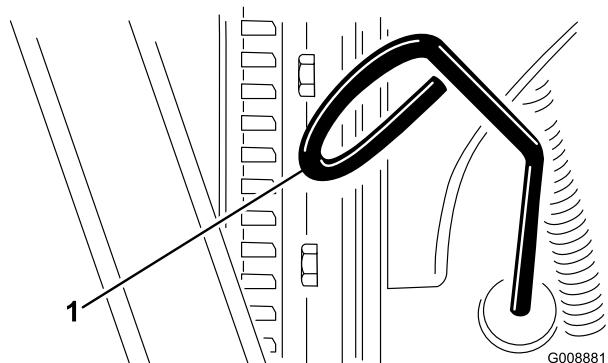

Bild 32
2. Nehmen Sie den Peilstab (Bild 32) heraus und wischen Sie ihn mit einem sauberen Lappen ab.